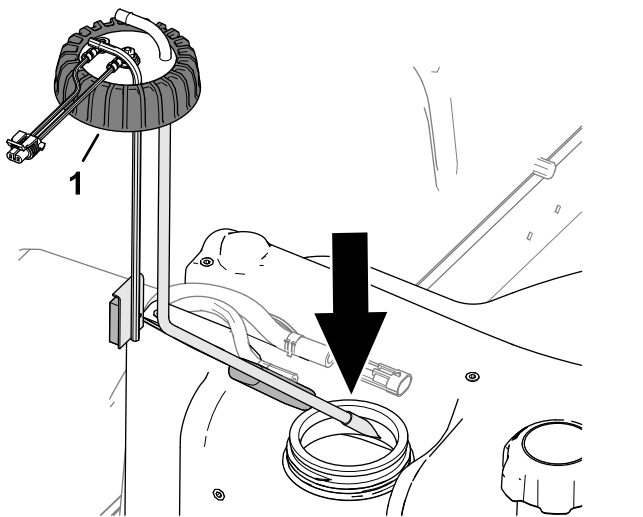

Figure 123
2. Installez avec soin le tube d'aspiration et le flotteur dans le réservoir de carburant (Figure 123).